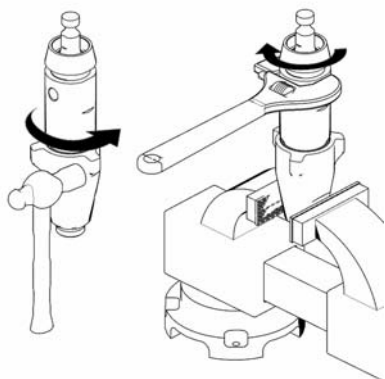

FIG. 17
15. (Fig. 17) Instale a válvula de admissão no cilindro. Aperte a: 271 +/- 7 N•m (200 +/- 5 lbs-pés) 288467/288468, 288819. 149 +/- 7 N•m (110 +/- 5 lbs-pés) 288466.